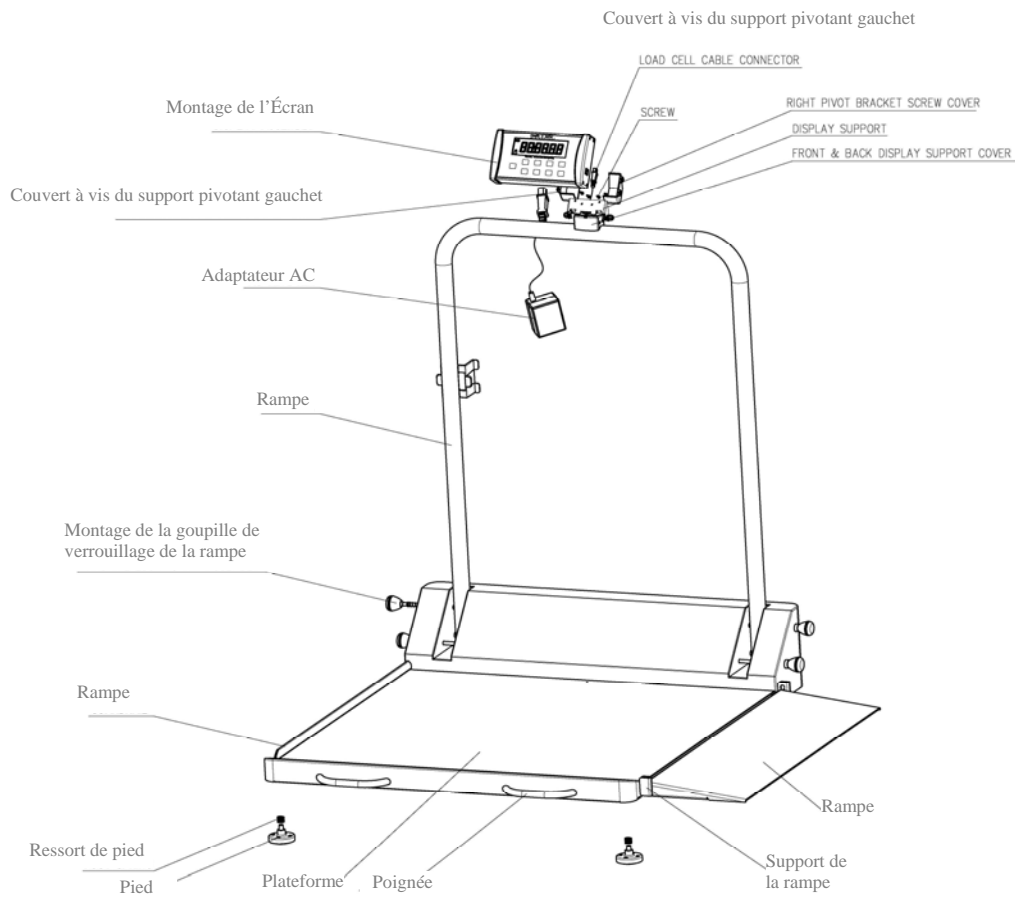

Figure 8
3. Faites passer les (4) pieds sous la plateforme de la balance (voir Figure 8). Chacun des pieds devrait initialement être complètement serré à main. Faites reculer les pieds de 1-1/2 tours complets. Ceci permettrait un bon fonctionnement des cellules de charge et la précision de la balance.
2. Désérrez les quatre broches de verrouillage de la rampe en tournant les broches de verrouillage en sens antihoraire (voir Figure 8).